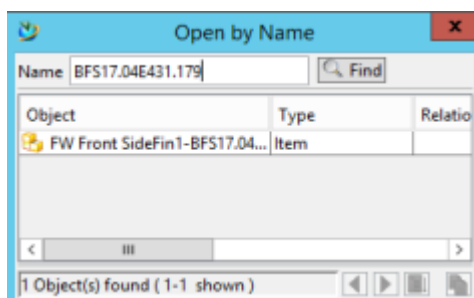

Рисунок 3.2. Выбор объекта
- Результат. В качестве результата выбирается объект, который в итоге послужит результатом выполнения задачи (Рисунок 3.2).